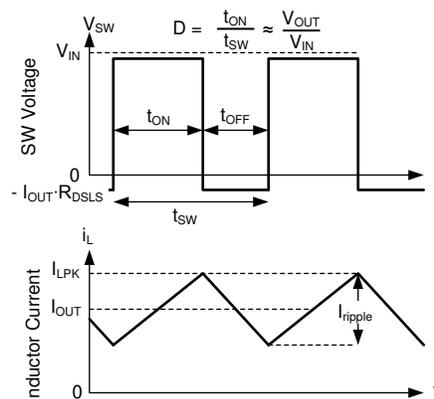

図 7-20. 連続モード (CCM) における SW 電圧とインダクタ電流の波形
以下に示す LM614xxT-Q1 の動作説明は、図 7-20 の「機能ブロック図」と波形を参照しています。両方とも、内蔵ハイサイド (HS) およびローサイド (LS) NMOS スイッチを各種デューティ サイクル (D) でオンにすることで、制御された出力電圧を供給します。HS スイッチのオン時間の間、SW 端子の電圧 (V_{SW}) は V_{IN} の付近までスイングし、インダクタ電流 (i_L) は線形的な傾きで増加します。HS スイッチは、制御ロジックによってオフにされます。HS スイッチのオフ時間 (t_{OFF}) の間、LS スイッチはオンにされます。インダクタ電流は LS スイッチを通して放電され、LS スイッチの両端の電圧降下によって V_{SW} をグランドより低い電圧まで強制的にスイングさせます。一定の出力電圧を維持するため、レギュレータ ループはデューティ サイクルを調整します。D は、HS スイッチのオン時間をスイッチング周期で割った値として次のように定義されます。 $D = T_{ON} / (T_{ON} + T_{OFF})$ 。